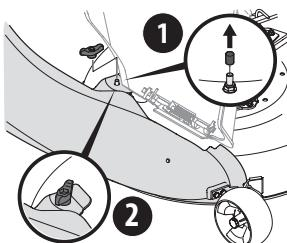

Figura 20
2. Fije el codo del canal de descarga en la plataforma de corte usando una perilla de aletas (720-04122) del paquete de herramientas 689-01419. Ver inserto en la Figura 20.
NOTA: Si está presente, quite la tapa protectora del perno de montaje de la plataforma de corte, como se muestra en el inserto superior de Figura 20.